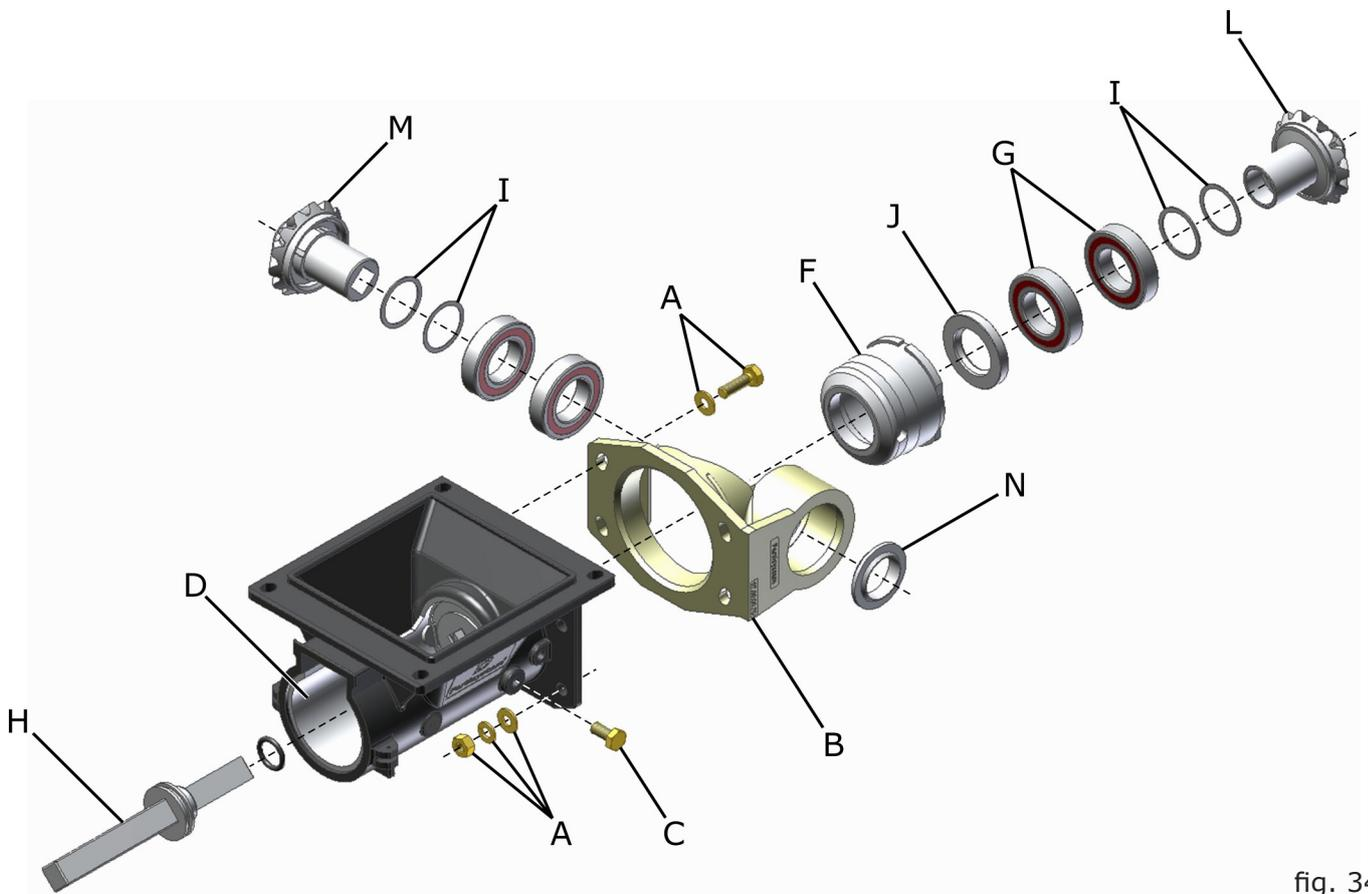

fig. 34
- 2-** Retire os quatro parafusos e porcas (A) (fig. 34) de fixação do mancal suporte dos pinhões de transmissão (B);
- 3-** Afrouxe e retire os parafusos (C) de fixação do revestimento (D), retirando-o do conjunto;
- 4-** Retire a bucha mancalizadora (F) e os rolamentos (G). Retire o eixo acionador (H) e remova a bucha mancalizadora dos rolamentos e o retentor (J) fazendo as limpezas ou substituições necessárias;
- 5-** Retire o anel de proteção (N).
Observe atentamente que deverão ser montadas as arruelas de ajuste (I) (fig. 34), as quais proporcionarão um espaço maior ou menor para o ajuste dos pinhões (L e M). Se houver necessidade de substituição dos pinhões, deverá ser feito do conjunto: pinhão acionador-motriz (L) e do pinhão movido (M).